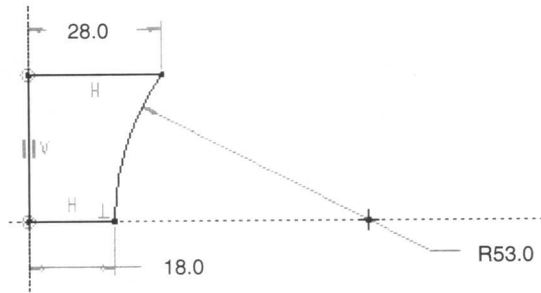

图 1.4 截面草图
(3) 创建特征截面。首先接受系统默认的参照，然后绘制如图 1.4 所示的特征截面（要绘出中心线），完成后单击草绘完成按钮 。